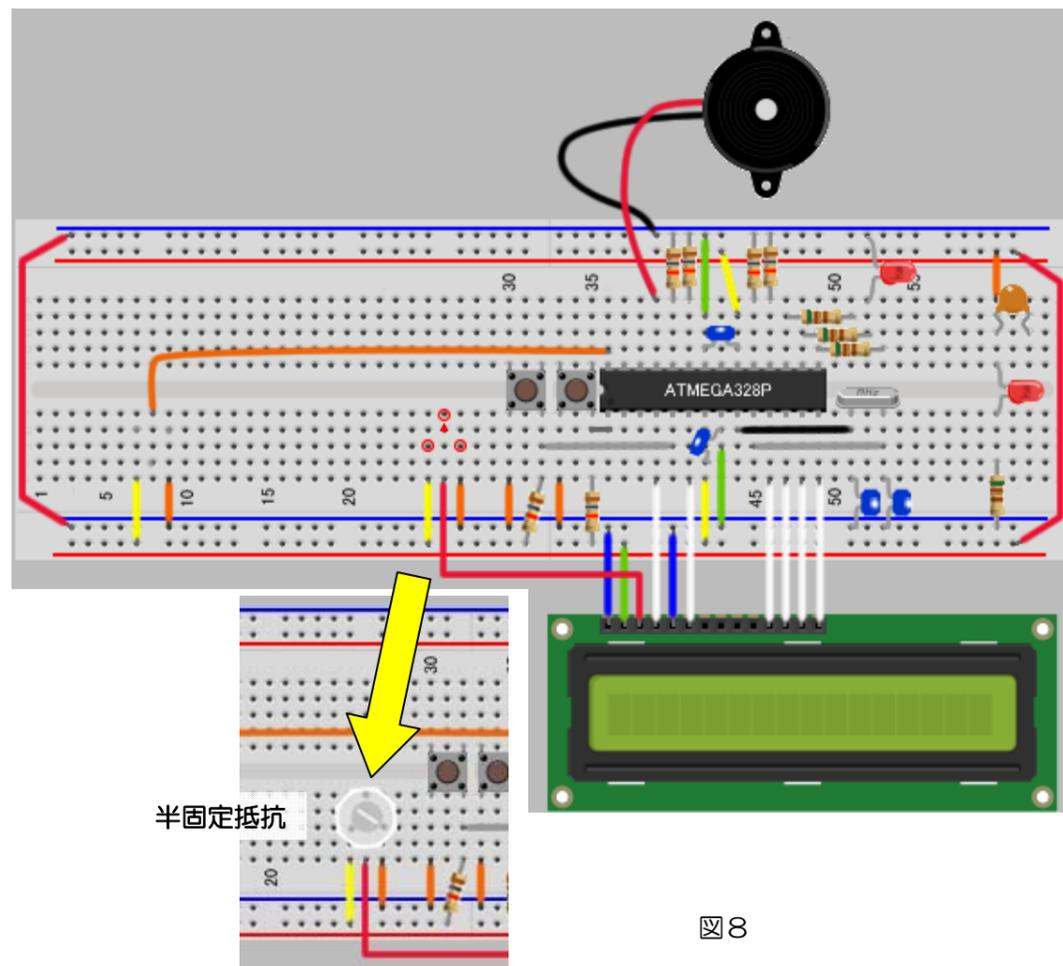

図8
(6) 図8のように液晶表示板をジャンパ線で配線します。半固定抵抗器、圧電スピーカを接続します。